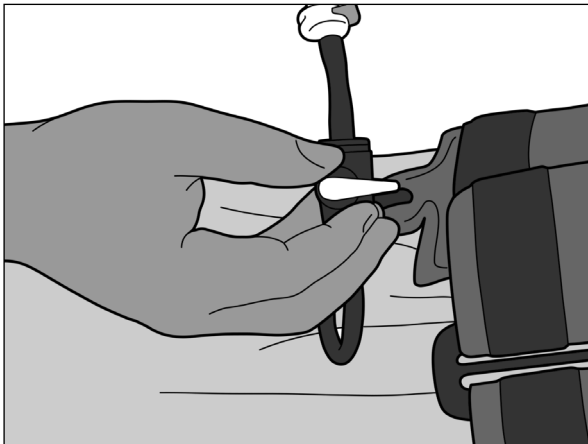

Figure 11
4. Fermer la valve en la tournant perpendiculairement à la tubulure. Attendre 2 minutes (Figure 11).
7. Fermer la valve en la tournant perpendiculairement à la tubulure (Figure 11).